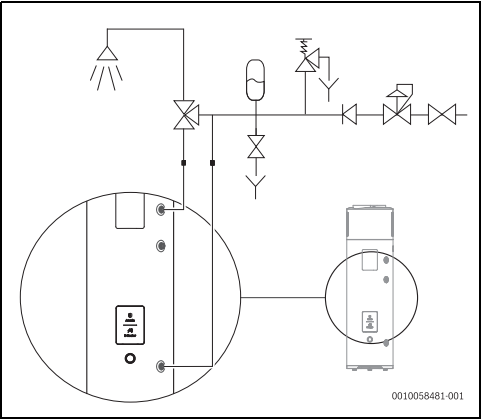

Fig. 14 Raccordements de l'alimentation en eau
L'installateur du système doit obligatoirement installer une soupape de sécurité de 8 bars sur le tuyau d'alimentation en eau froide (fig. 14).
La conduite de vidange de la soupape de sécurité doit être installée en pente descendante. Elle doit également être installée dans un endroit à l'abri du gel (fig. 14).
Pendant le fonctionnement, ne jamais fermer la vanne d'arrêt de l'eau. (→ Fig. 14, page 70).
- ▶ Installer un vase d'expansion.¹⁾ (→ Fig. 14) pour empêcher la soupape de sécurité de s'ouvrir aussi souvent.